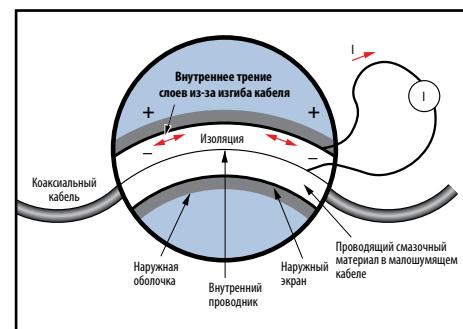

Рис. 4
**Трибоэлектрический эффект** возникает из-за несбалансированности зарядов, связанной с трением между проводником и изолятором (рис. 4). Малощумящие кабели компании Keithley значительно снижают этот эффект за счет использования внутреннего изолятора из политетиена, покрытого слоем графита, соприкасающегося с наружным экраном. Этот графитовый слой служит смазкой и образует проводящий эквипотенциальный цилиндр, выравнивающий заряды и сводящий к минимуму образование зарядов.